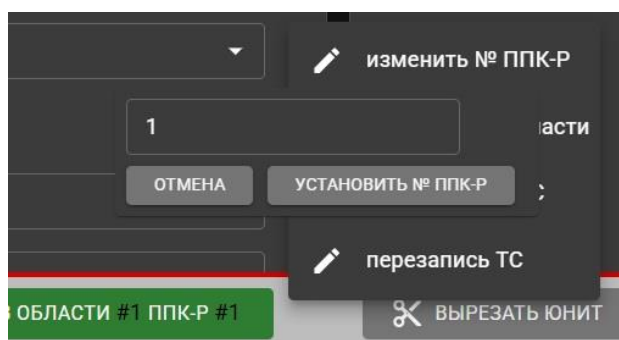

Рисунок 66
4. При нажатии на значок  пункта меню «изменить № ППК-Р» открывается форма редактирования, где можно задать номер ППК-Р, куда нужно привязать эту область (Рис. 66). Оставить значение по умолчанию – 1. Номер области можно ввести с клавиатуры или кликая на кнопку  вверх или вниз. После выбора номера области нужно нажать кнопку «УСТАНОВИТЬ № ППК-Р». Выйти из меню можно, нажав кнопку «ОТМЕНА».